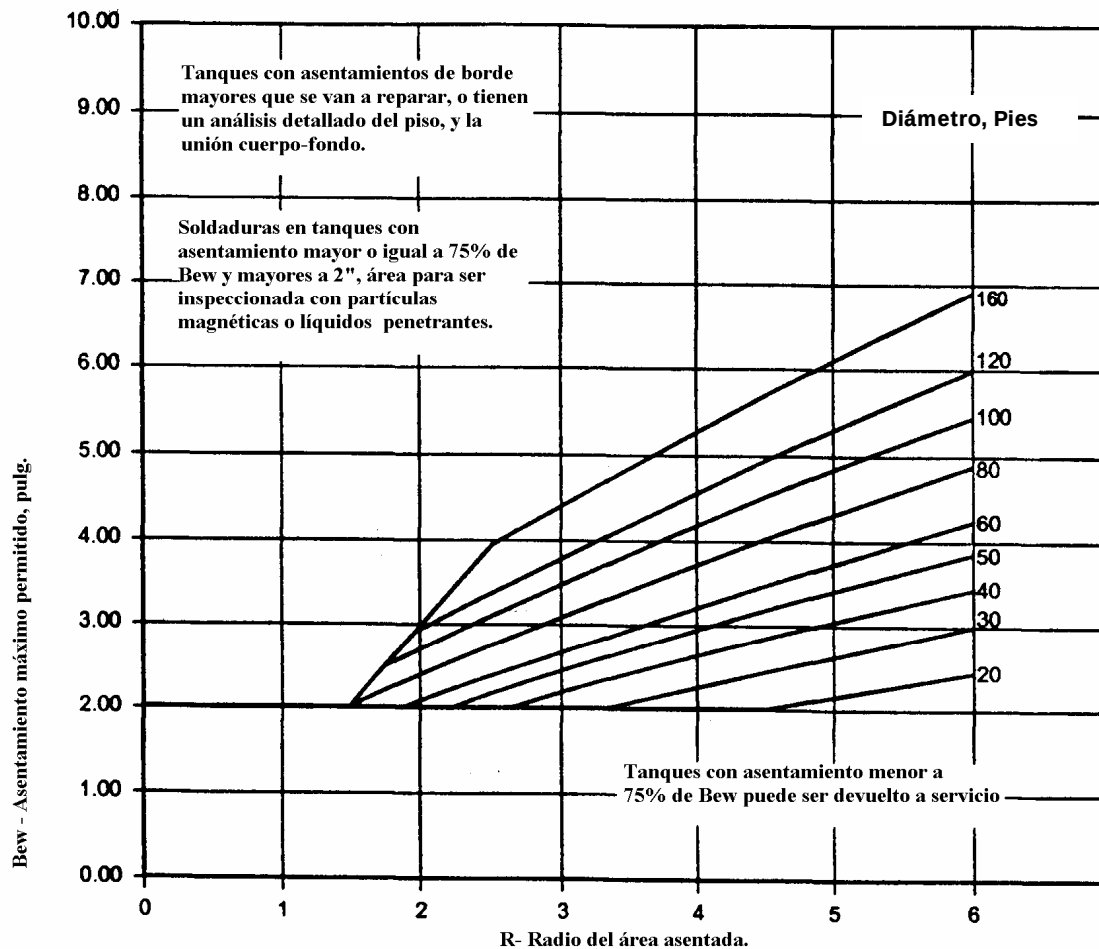

Figura B-10 Asentamiento de borde máximo permisible para áreas con soldaduras del fondo traslapadas aproximadamente paralelas al cuerpo
B.3.4.1 El asentamiento Bew máximo permisible, se muestra en la Figura B-10 para áreas asentadas que incluye soldaduras de traslape del fondo paralela al cuerpo (± 20 grados). En las áreas asentadas donde el asentamiento B medido excede el 75 por ciento del asentamiento Bew permisible, todas las soldaduras en